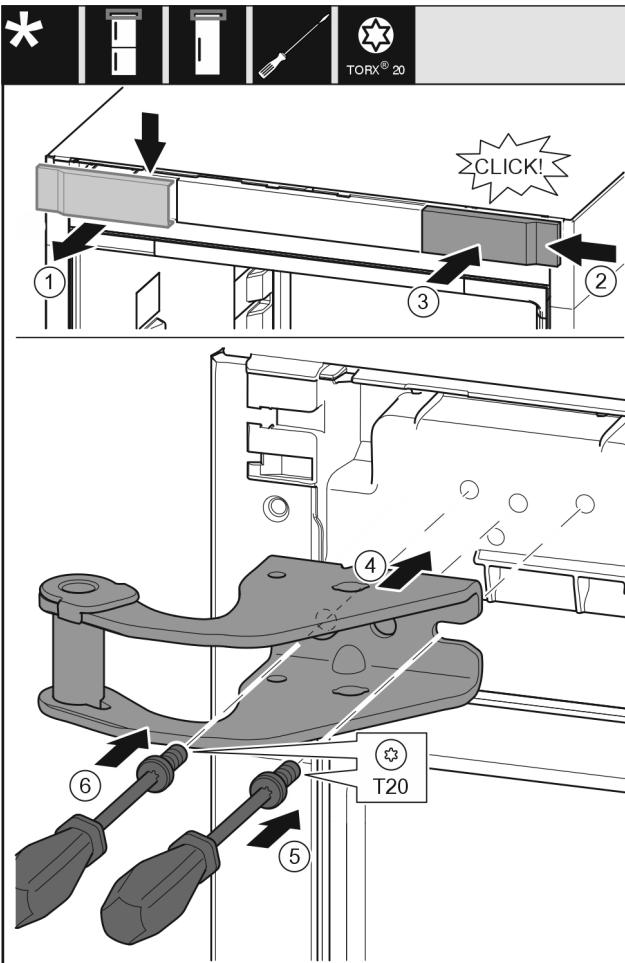

Fig. 11
- 从上方朝前取下盖板 Fig. 11 (1)。
- 将盖板 Fig. 11 (2)旋转 180° 至另一侧从右边挂上。
- 插入盖板 Fig. 11 (3)。
- 装上上方的托架 Fig. 11 (4)。
- 用螺丝刀放上并旋紧螺钉 Fig. 11 (5)。
- 用螺丝刀放上并旋紧螺钉 Fig. 11 (6)。